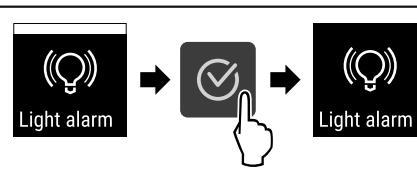

Fig. 99
- Εκτελέστε τα βήματα ενεργειών [βλέπε Fig. 99].